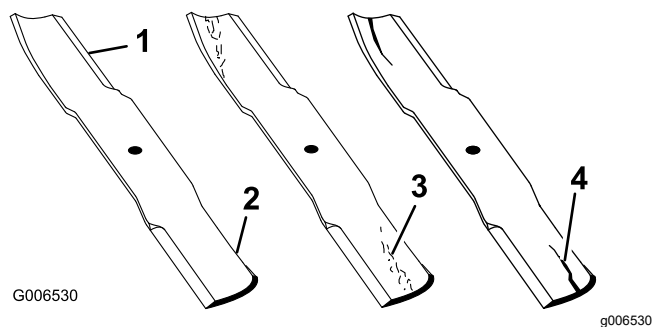

Figura 89
1. Inspeccione los filos de corte (Figura 89).
4. Si observa fisuras, desgaste o la formación de una ranura en esta zona, instale de inmediato una cuchilla nueva (Figura 89).